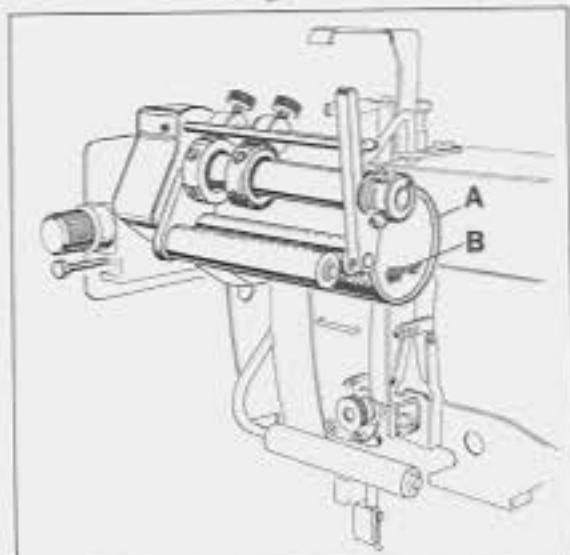

Fig.15
The dirt (rubbed-off elastic, lint) accumulating behind the puller roller (A, Fig. 15) of top metering device has to be removed weekly (in case of excessive contamination daily).
1. lift spring (B, Fig. 15) and remove the puller roller.
Der sich hinter der Walze (A, Fig. 15) der oberen Zumeß-einrichtung ansammelnde Schmutz (Gummiband-Abrieb, Flusen) muß wöchentlich entfernt werden (bei starkem Schmutzanfall täglich).
1. Heben Sie die Feder (B, Fig. 15) an und entfernen Sie die Walze.